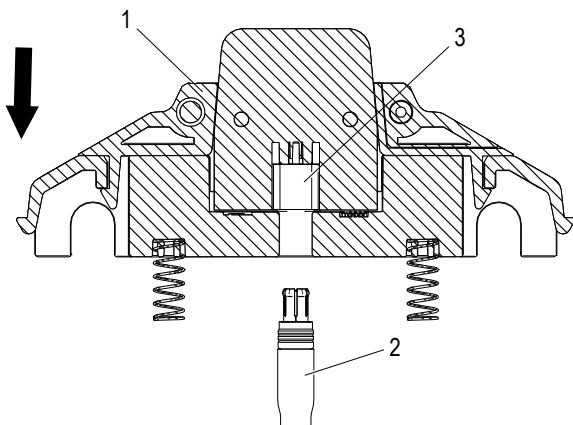

Abb. 180: Abnehmergehäuse (1) wird an der Datenleitung (2) montiert
→ Abnehmergehäuse inkl. eingeklebter Druckfeder (1) mit der Datenleitung (2) verbinden (siehe Abb. 180)